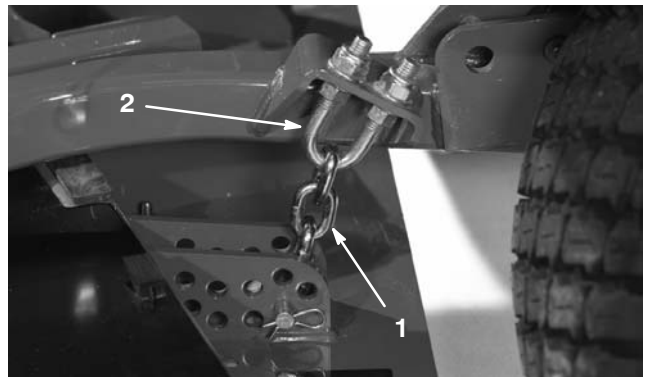

Figure 83
1. Desserrez les écrous de blocage en haut ou en bas de l'étrier fileté de la chaîne de hauteur de coupe (Fig. 83).